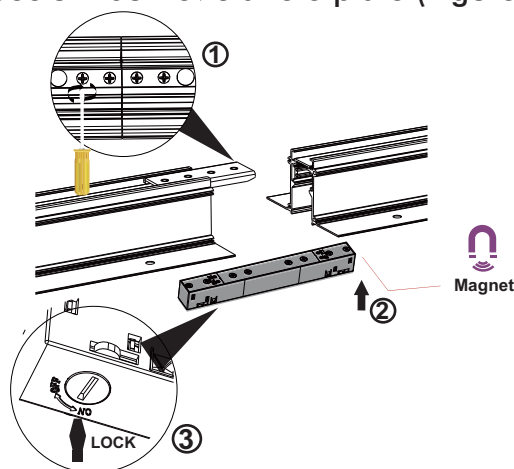

Figure 20
4. Un assemblage en rangée droite continue peut être réalisé en connectant les deux rails avec LAA-REC-CM01. Serrez les vis sur LAA-REC-CM01, à l'aide d'un tournevis étoile. Insérez également le connecteur de joint LAA-U-CE01. Tournez le verrou de la position OFF à la position ON avec un tournevis à tête plate (Figure 20).